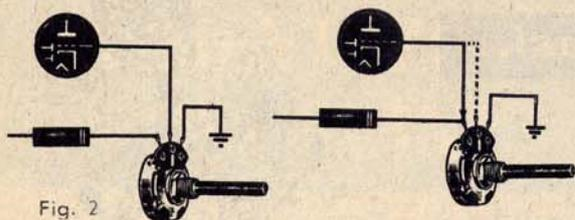

Fig. 2
92. - Controllare il potenziometro di volume. Tale controllo potrà facilmente eseguirsi facendo funzionare il ricevitore in posizione FONO. Nel caso il controllo di volume risponda, il guasto dovrà ricercarsi nei circuiti di media frequenza. Nell'eventualità invece il controllo non risponda, balzerà evidente che il terminale centrale del medesimo (cursore) risulta fuori uso, per cui provvederemo alla sostituzione. Per il controllo d'efficienza del potenziometro risulterà sufficiente dissaldare il collegamento centrale del medesimo (fig. 2) e collegarlo a quello laterale che si inserisce al condensatore.
102. - La distorsione può crearsi a motivo della interruzione della resistenza di griglia (vedi Sistema Pratico n. 10-58, fig. 2, pag. 637). Medesimo inconveniente si verifica se il potenziometro risulta avariato. In tal caso — ruotandolo — si noterà come l'aumento o la diminuzione del volume non risulti regolare. Nel primo caso sostituiranno la resistenza di griglia, nel secondo il potenziometro di volume.